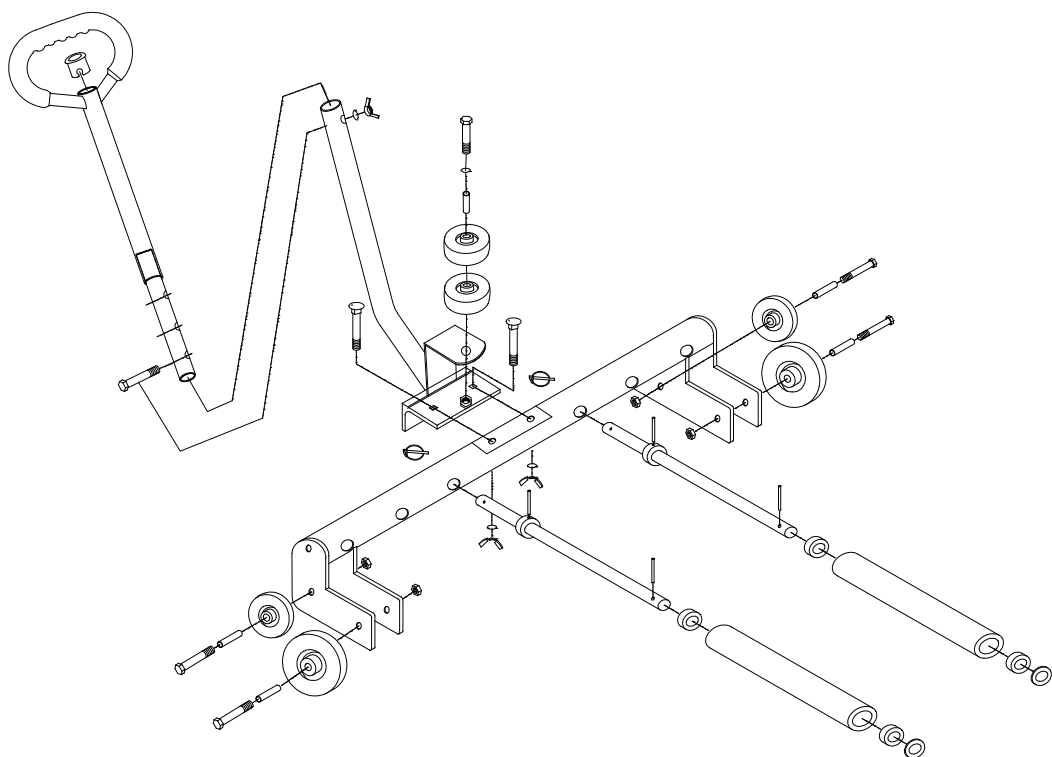

Fig. 01
Extract the unit with all its supplied parts. For assembly refer to drawing on page 3 (Fig.01).
1. Technische Daten (Abb.01)
Entnehmen Sie das Gerät inklusive der beigelegten Einzelteile. Für die Montage beachten Sie bitte die Zeichnung auf Seite 3 (Fig.01).